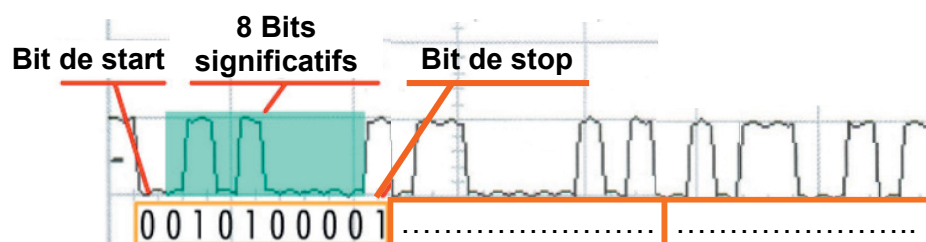

Figure 9 : acquisition des 3 premiers octets.
La figure 9 représente l'acquisition avec un oscilloscope des 3 premiers octets :
**Question 1.6** Décoder les octets 2 et 3 de la trame illustrée figure 9. En déduire, d'après la figure 11, le quartier d'immatriculation du bateau.